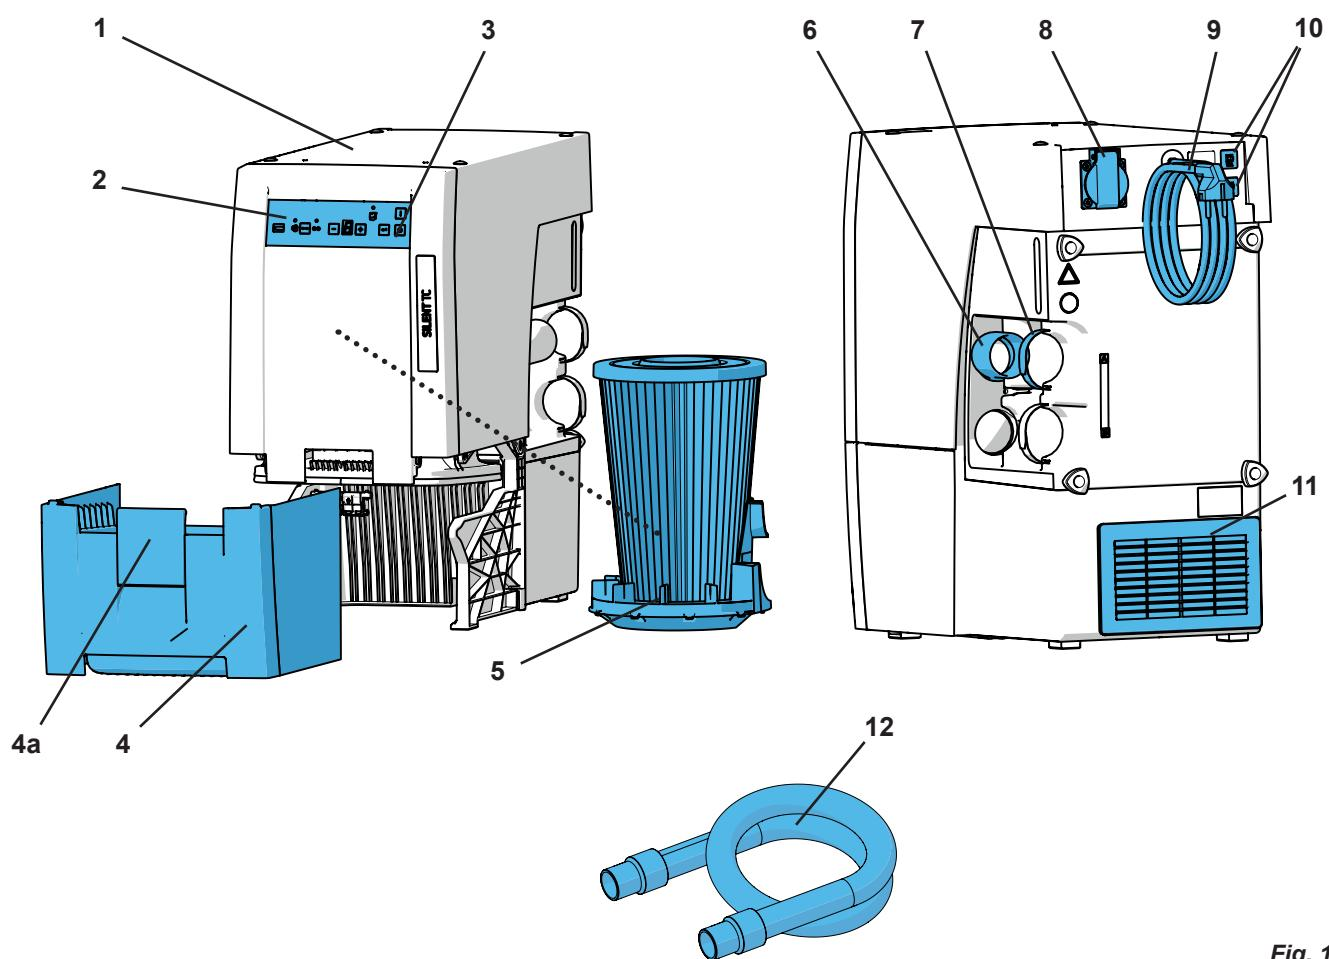
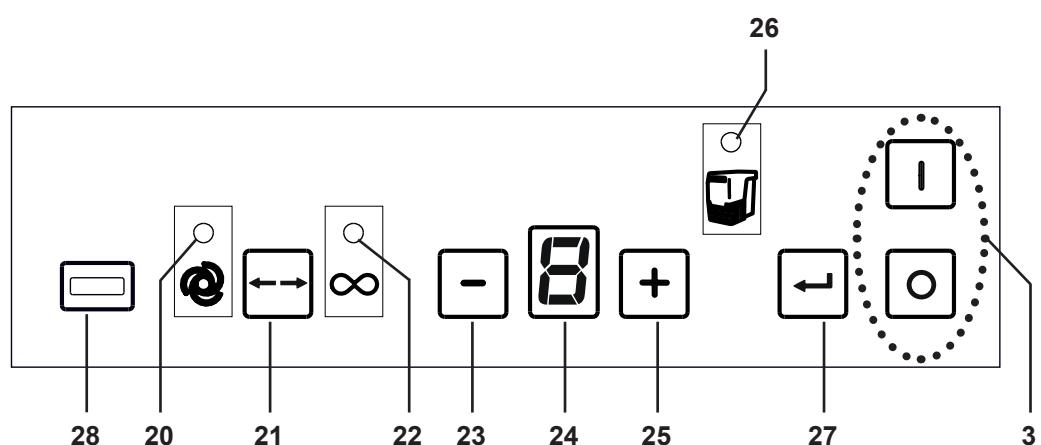

Fig. 1
Fig. 2
i Für Hinweise auf Bedienelemente siehe Fig. 1 und Fig. 2 auf Seite 2 dieses Dokuments.
| Es ertönt ein Signalton, die Absaugung wird abgeschaltet und es erfolgt eine Filterreinigung. | <ul style="list-style-type: none"> Der interne Grenzwert der Strömungsgeschwindigkeit wurde unterschritten. Nach 8 Std. Betrieb (Turbinenlaufzeit) ohne zwischendurch auszuschalten, erfolgt eine Filterreinigung. | <ul style="list-style-type: none"> Arbeit nach Ende der Filterreinigung wieder fortsetzen. Geräte am Ende jedes Arbeitstags am Ein- / Aus-Schalter (3. Abb. 1) ausschalten. |
| Nach dem Einschalten leuchtet die Anzeige Staubschublade (26. Abb. 2) und es ertönt ein 3-maliger Signalton. | <ul style="list-style-type: none"> Das Zeitintervall zum Leeren der Staubschublade ist abgelaufen und die Staubschublade wurde noch nicht geleert. Die Leerung der Staubschublade wurde noch nicht bestätigt. | <ul style="list-style-type: none"> Staubschublade leeren und durch Drücken der Enter-Taste (27. Abb. 2) bestätigen. Leerung der Staubschublade durch Drücken der Enter-Taste (27. Abb. 2) bestätigen. |
| Absaugung hört im Automatik- oder Dauerbetrieb unvermittelt auf zu saugen und die zugehörigen Anzeigen (20 / 22, Abb. 2) sind noch an. | <ul style="list-style-type: none"> • Saugturbine überhitzt. • Saugturbine defekt. | <ul style="list-style-type: none"> • Gerät ausschalten und min. 60 Min. abkühlen lassen. • Prüfen, ob Saugschlauch verstopft ist, Verstopfung beseitigen. • Gerät aus- und wieder einschalten, damit eine Filterreinigung durchgeführt wird. Feinfilter wechseln (siehe Kap. 6.3), wenn Filterreinigung keine Verbesserung der Saugleistung bewirkt. • Saugturbine wechseln. |
For information on operating elements, see Fig. 1 and Fig. 2 on page 2 of this document.
| An acoustic signal is emitted, the suction unit is switched off and a filter cleaning is performed. | <ul style="list-style-type: none"> The internal flow velocity limit was not reached. After 8 hours of operation (turbine air time) without switching off, a filter cleaning is carried out. | <ul style="list-style-type: none"> Repeat work after cleaning is finished. Switch off devices at the end of each working day at the on / off switch (3, Fig. 1). |
| After switching on, the display shows "Dust drawer" (26, Fig. 2) and a 3 x acoustic signal is heard. | <ul style="list-style-type: none"> The time interval for emptying the dust drawer has expired and the dust drawer has not yet been emptied. The emptying of the dust drawer has not yet been confirmed. | <ul style="list-style-type: none"> Empty Dust Drawer and confirm by pressing the Enter key (27, Fig. 2). Confirm emptying the Dust Drawer by pressing the Enter key (27, Fig. 2). |
| The suction stops abruptly in automatic or continuous operation and the associated displays (20 / 22, Fig. 2) are still on. | <ul style="list-style-type: none"> • Suction turbine is overheated. • Suction turbine is defect. | <ul style="list-style-type: none"> • Switch off the device and leave to cool for at least 60 min. • Check whether suction tube is blocked, eliminate blockage. • Switch the device off and then on again to perform a filter cleaning. Change fine filter (see chapter 6.3) if filter cleaning does not improve the performance. • Change Suction turbine. |
Pour les renseignements sur les éléments de commande, voir Fig. 1 et Fig. 2 à la page 2 de ce document.
| Un signal sonore retentit, l'aspiration s'arrête et le nettoyage du filtre est lancé. | <ul style="list-style-type: none"> La vitesse d'écoulement est passée en dessous de la valeur seuil interne. Lorsque l'aspiration a fonctionné pendant 8 h (durée de fonctionnement de la turbine) sans avoir été éteinte au moins une fois pendant cette période, le nettoyage du filtre est lancé. | <ul style="list-style-type: none"> Reprendre le travail une fois le nettoyage terminé. Éteindre les appareils à l'aide du commutateur marche / arrêt (3, Fig. 1) à la fin de chaque journée de travail. |
| Après la mise en marche, le voyant du tiroir à poussière (26, Fig. 2) s'allume et un signal sonore retentit 3 fois. | <ul style="list-style-type: none"> La périodicité de vidage du tiroir à poussière est écoulée et le tiroir à poussière n'a pas encore été vidé. Le vidage du tiroir à poussière n'a pas encore été confirmé. | <ul style="list-style-type: none"> Vider le tiroir à poussière et confirmer en appuyant sur la touche Entrée (27, Fig. 2). Confirmer le vidage du tiroir à poussière en appuyant sur la touche Entrée (27, Fig. 2). |
| En mode de fonctionnement automatique ou continu, l'aspiration s'arrête inopinément et les voyants correspondants (20 / 22, Fig. 2) sont encore allumés. | <ul style="list-style-type: none"> • Surchauffe de la turbine d'aspiration. • Turbine d'aspiration défectueuse. | <ul style="list-style-type: none"> • Éteindre l'appareil et le laisser refroidir pendant au moins 60 minutes. • Vérifier si le tuyau d'aspiration est obstrué, le déboucher. • Éteindre l'appareil et le remettre en marche pour déclencher le nettoyage du filtre. Remplacer le filtre fin (voir chap. 6.3) si le nettoyage du filtre n'apporte aucune amélioration de la puissance d'aspiration. • Remplacer la turbine d'aspiration. |
i Per informazioni sugli elementi di comando, vedere Fig. 1 e Fig. 2 a pagina 2 del presente documento.
| Viene emesso un segnale acustico, l'aspiratore viene disinserito e viene eseguita una pulizia del filtro. | <ul style="list-style-type: none"> La velocità del flusso d'aria non ha raggiunto il valore limite interno. Dopo 8 ore di funzionamento (tempo di funzione turbina) senza pause di disinserzione, avviene una pulizia del filtro. | <ul style="list-style-type: none"> Riprendere il lavoro al termine della pulizia. Al termine di ogni giornata di lavoro, disinserire l'apparecchio tramite l'interruttore On / Off (3, Fig. 1). |
| Dopo l'accensione si accende la spia di svuotamento cassetto raccogli-polvere (24, Fig. 12) e viene emesso un triplo segnale acustico. | <ul style="list-style-type: none"> Il tempo di intervallo per lo svuotamento del cassetto raccogli-polvere è scaduto e il cassetto non è ancora stato svuotato. Lo svuotamento del cassetto raccogli-polvere non è ancora stato confermato. | <ul style="list-style-type: none"> Svuotare il cassetto raccogli-polvere e confermare premendo il tasto Enter (25, Fig. 2). Confermare lo svuotamento del cassetto raccogli-polvere premendo il tasto Enter (25, Fig. 2). |
| La spia di errore (26, Fig. 2) lampeggia. | <ul style="list-style-type: none"> Elettronica surriscaldata. | <ul style="list-style-type: none"> Spegnere l'apparecchio e lasciarlo raffreddare. Assicurare un sufficiente raffreddamento, ad es: <ul style="list-style-type: none"> Attenersi alle indicazioni del cap. 4.2 Installazione. Utilizzare uno scarico aria esterno (vedi cap. 4.6). |
| Si accende la spia di errore (26, Fig. 2) e viene emesso ripetutamente un doppio segnale acustico. | <ul style="list-style-type: none"> Il filtro fine è talmente intasato che la pulizia del filtro non è più abbastanza efficace. | <ul style="list-style-type: none"> Sostituire il filtro fine (vedi Accessori e il cap. 6.3). |
| L'aspiratore nel modo operativo Continuo o Automatico smette immediatamente di aspirare e le relative spie (20 / 22, Fig. 2) sono ancora accese. | <ul style="list-style-type: none"> Turbina di aspirazione surriscaldata. Guasto alla turbina di aspirazione. | <ul style="list-style-type: none"> Disinserire l'apparecchio e lasciarlo raffreddare per min. 60 minuti. Verificare che il tubo aspirante non sia ostruito, eliminare l'ostruzione. Spegnere e riaccendere l'apparecchio per avviare una pulizia del filtro. Sostituire il filtro fine (vedi cap. 6.3) se la pulizia del filtro non migliora la potenza aspirante. Sostituire la turbina di aspirazione. |
i Para mayor información sobre los elementos de mando, véase Fig. 1 y Fig. 2 de la página 2 de este documento.
| Se emite una señal acústica, el equipo de aspiración se desconecta y se ejecuta una limpieza del filtro. | • Se ha superado el límite inferior del valor límite interno de la velocidad de circulación. • Tras 8 horas de funcionamiento (tiempo de marcha de la turbina) sin haber apagado durante este periodo de tiempo el equipo, se ejecuta una limpieza del filtro. | • Reanudar de nuevo el trabajo tras finalizar la limpieza. • Desconectar el aparato al final de cada jornada de trabajo a través del interruptor de conexión / desconexión (3, Fig. 1). |
| Tras la conexión, se ilumina el indicador de la gaveta de polvo (26, Fig. 2) y se emite una señal acústica triple. | • Ha concluido el intervalo de tiempo para el vaciado de la gaveta de polvo y todavía no se ha vaciado la gaveta de polvo. • Todavía no se ha confirmado el vaciado de la gaveta de polvo. | • Vaciar la gaveta de polvo y confirmar pulsando la tecla Intro (27, Fig. 2). • Confirmar el vaciado de la gaveta de polvo pulsando la tecla Intro (27, Fig. 2). |